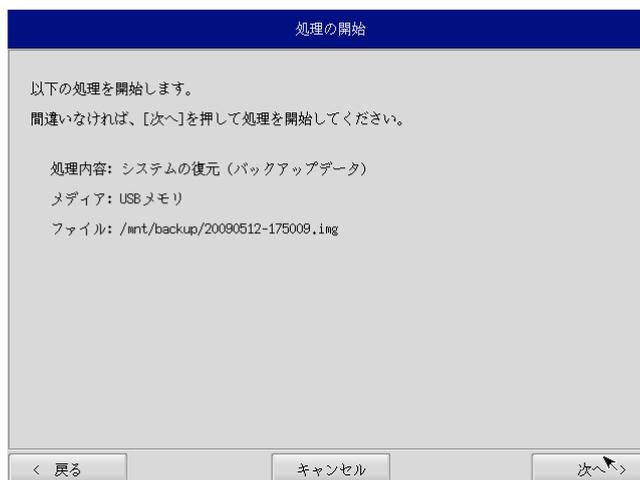

図 6-4-4. 確認画面
- ⑨ 確認画面(図 6-4-4)が表示されます。メディア、バックアップファイルを確認します。[次へ]ボタンを押します。